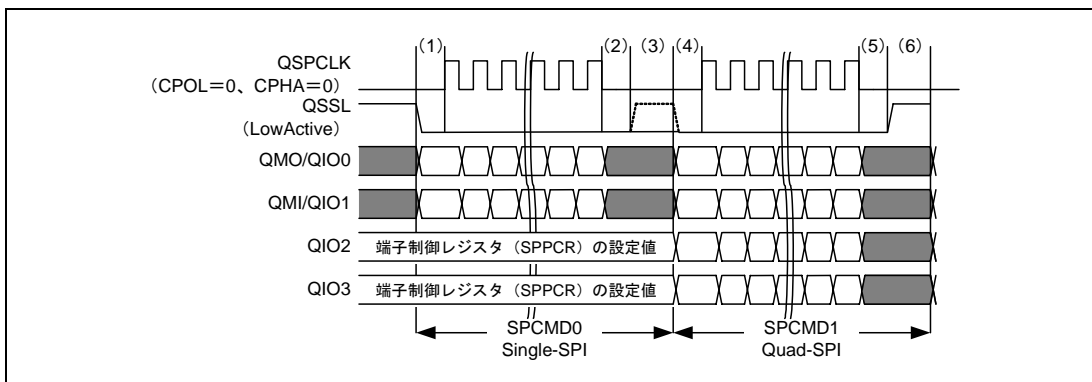

図 40.19 QSSL 信号レベル保持を利用したバースト転送の例（Single-SPI、Quad-SPI 混合）
もう一つの方法は Single-SPI モードと同様に QSSL 信号レベル保持機能を用いる方法です。この方法は転送の途中で SPI 転送モード (Single/Dual/Quad-SPI) を変更することができるため、シリアルフラッシュメモリなどのようにコマンドデータを Single-SPI モードでライトし、メモリ格納データを Quad-SPI モードでライトする場合などで有効です。ただし、SPI 転送モードを変更する場合は転送の間に遅延期間を 1 サイクル以上挿入してください。Single-SPI と Quad-SPI を混合したバースト転送の例を図 40.19 に示します。図中 (1) ~ (6) の動作内容を以下に説明します。